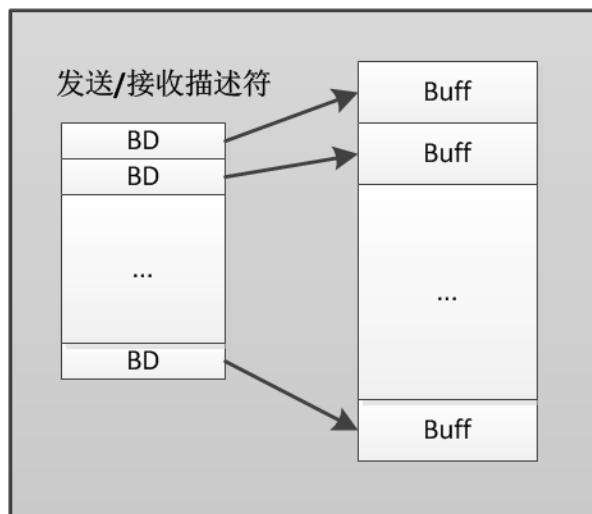

图 21.2 BD 描述符表
- 所有的BD组成一张BD表如图21.2所示,通常发送和接收的BD表是各自独立的。